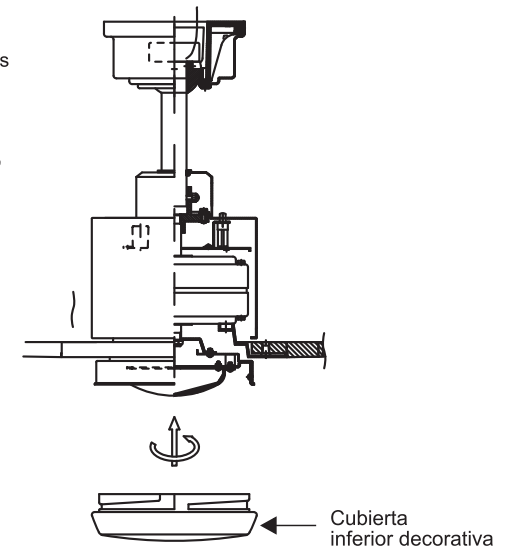

Fig. 19
**NOTA:** Si no planea instalar el kit de luz LED con su ventilador en este momento, no haga las conexiones de los cables. Levante la cubierta inferior decorativa contra el kit de luces LED y gírela en el sentido de las agujas del reloj hasta que esté bien ajustada, NO APRIETE DEMASIADO. (Fig. 19)